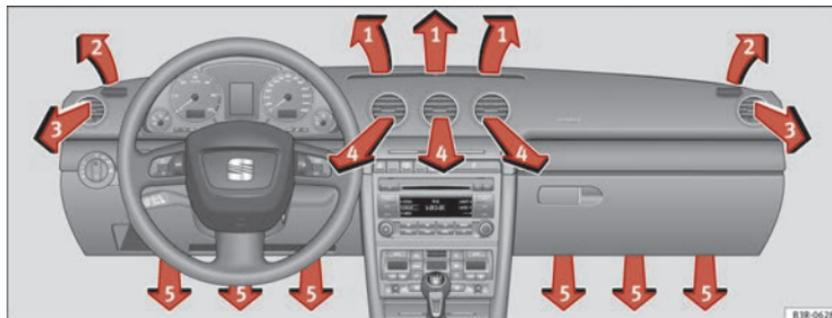

Fig. 131 Tablero de instrumentos: Disposición de los difusores de aire
Los difusores de aire ⇒ fig. 131 ③ y ④ pueden manejarse de la siguiente manera.
Las tres teclas tienen el siguiente significado. Los números hacen referencia a los difusores de aire ⇒ fig. 131. ▶
Tras desconectar el encendido, el motor del ventilador funciona con la energía que le proporciona el techo solar. Para conseguir una ventilación óptima deben estar abiertos los difusores 3 y 4 → fig. 131.